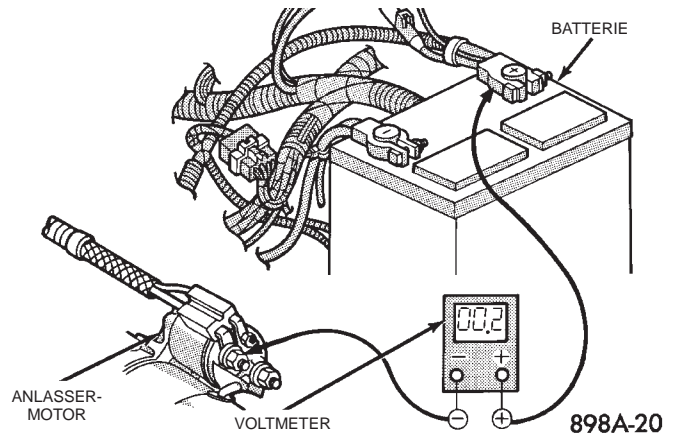

Abb. 4 Widerstand im Batterie-Pluskabel (+) überprüfen—Typisch
(3) Voltmeter zwischen dem Batterie-Pluspol (+) und dem Batteriepluskabelanschluß am Anlaßmagnetschalter anschließen (Abb. 4). Zündschalter in Stellung